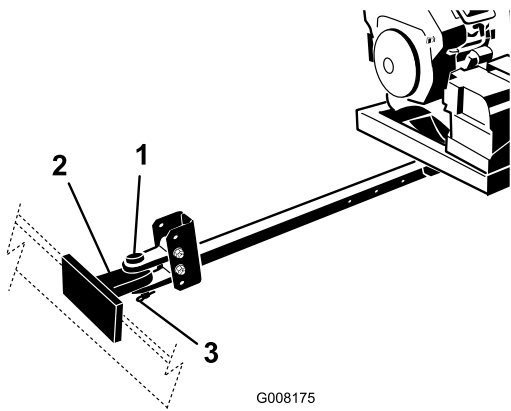

Figura 6
7. Collegate l'uncino dell'attacco di traino del soffiatore al veicolo di traino con il perno di traino e l'acciarino (Figura 6).